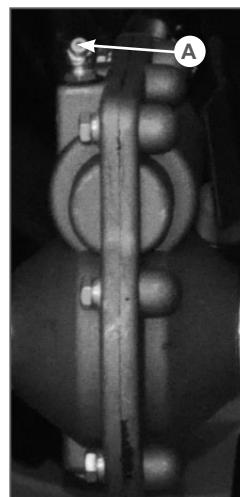

Рис.26
Добавляйте смазку в редуктор через масленку (A) каждые 50 часов работы (Рис.26).